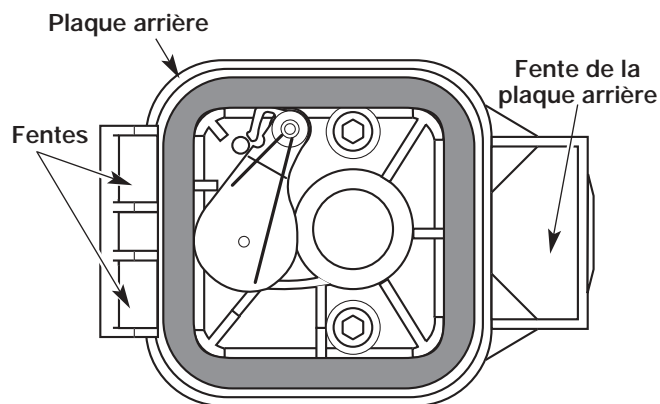

Fig. 60
6. Remplacez le filtre (Fig. 60).
7. Réinstallez le couvercle du filtre à air. Placez les crochets à gauche du filtre à air dans les fentes à gauche de la plaque arrière (Fig. 60).
8. Pivotez le couvercle vers la droite jusqu'à ce que la languette du couvercle du filtre s'enfonce d'un déclic dans la plaque arrière (Fig. 60).